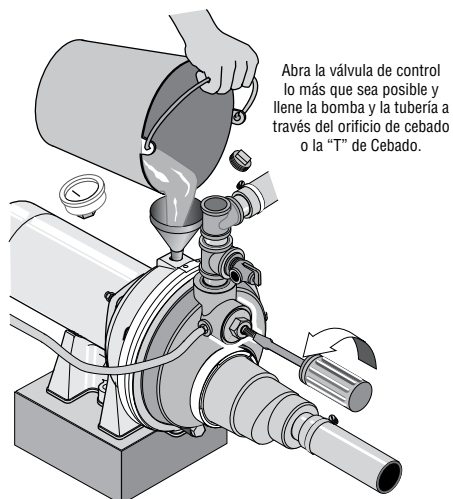

Figura 21: Abra la Válvula de Control
1. Abra la válvula de control lo más que sea posible (vea la Figura 21). Después retire el tapón de cebado de la bomba y llénela, llenando toda la tubería entre la bomba y el pozo; asegúrese de que toda la tubería en el pozo esté llena. Si también instaló una "T" de cebado en la tubería de succión, retire el tapón de la "T" y llene la tubería de succión.